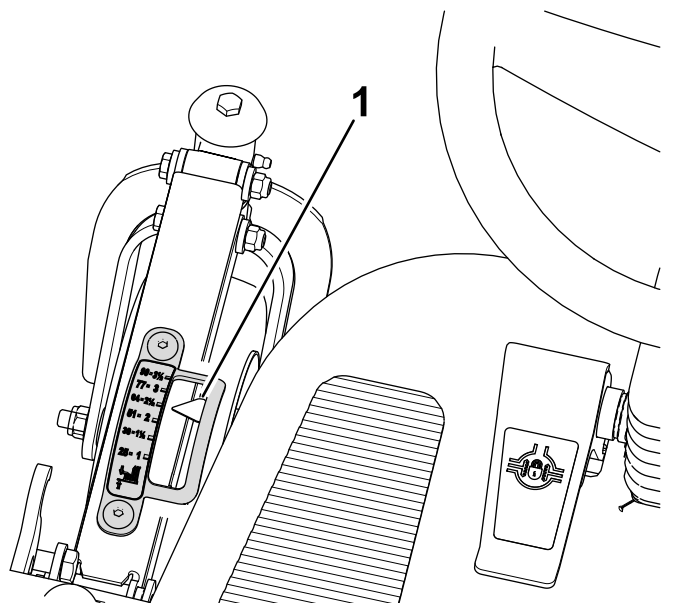

Figura 102
1. Regolate l'altezza di taglio a 64 mm (Figura 102).